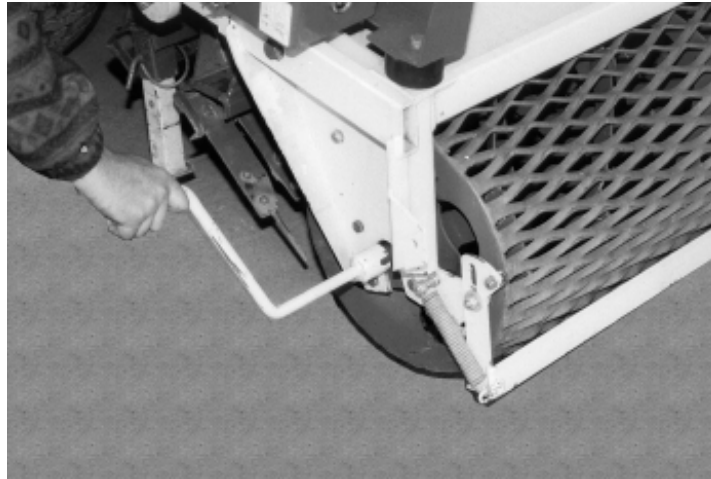

Bild 18
- Sätt på vevhandtaget på rullaxeln till vänster i löpriktning (bild 18) :